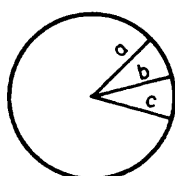

Fig. 23
- a) Es una figura trazada a compás (fig. 23).
- b) Todos los puntos que forman el trazo están a igual distancia del punto de apoyo del compás (centro) (Figs. 23 y 24).